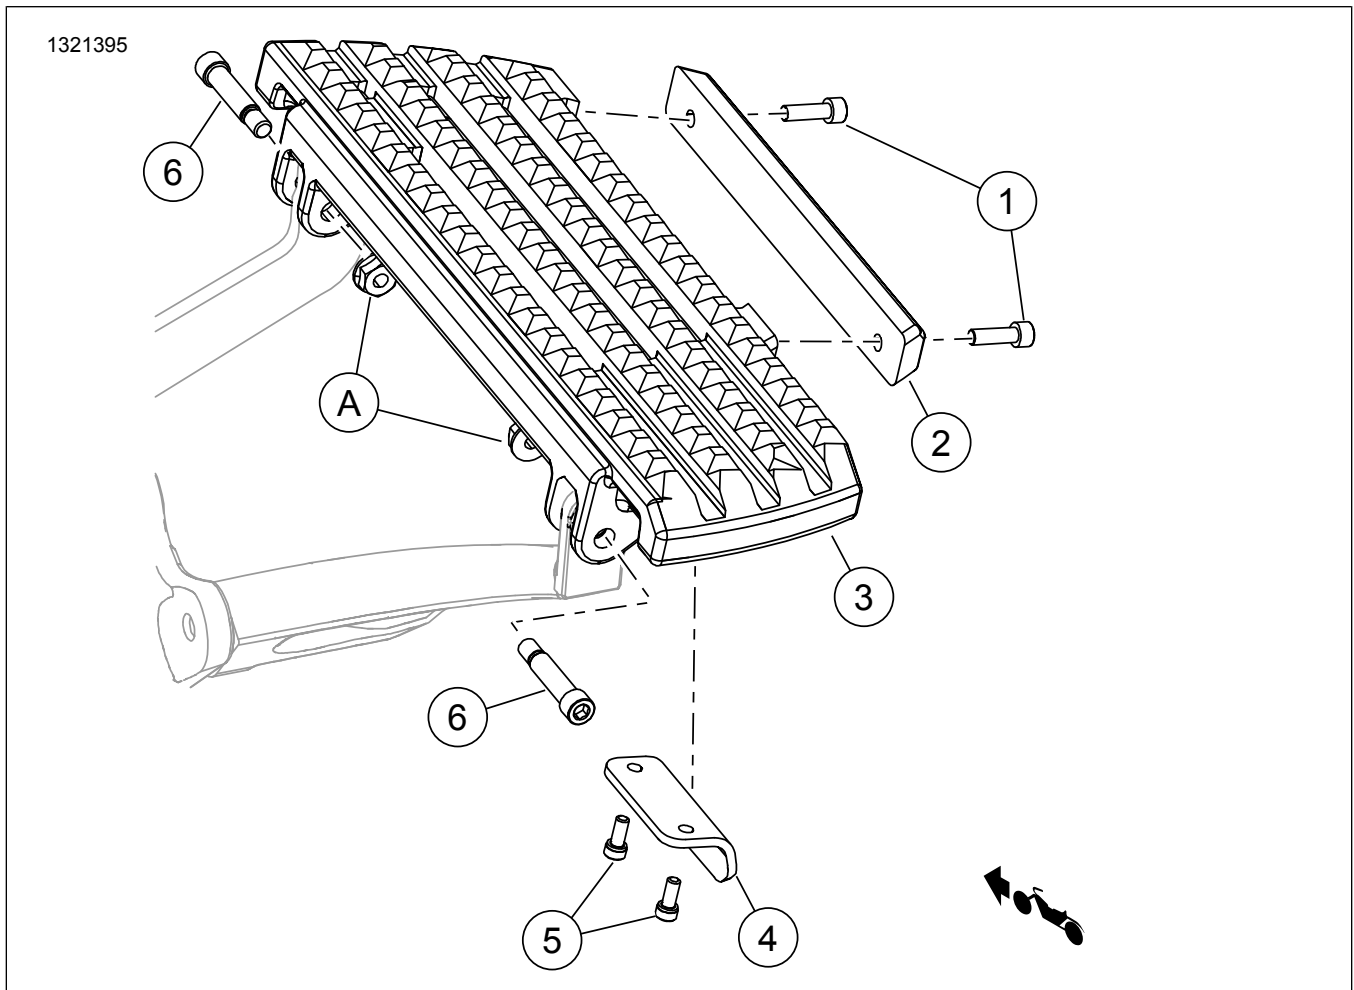
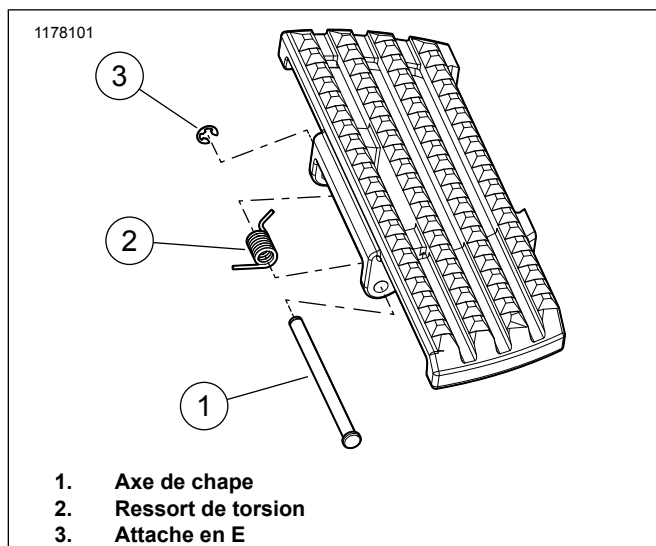

Figure 1. Contenu du kit : Composants du marche pied conducteur
Figure 2. Pose du marche-pied conducteur
1. **Kits 50500869, 50500872:** Voir Figure 2. Retirer le marchepied.
- a. Enlever l'attache en E (3), l'axe de chape (1) et le ressort de torsion (2).
2. **Kits 50501294, 50501295 :** Voir Figure 1. Retirer le marchepied.
- a. Enlever le boulon à épaulement (6) et l'écrou (A).
- b. Conserver les écrous (A) pour les réutiliser.
2. Voir Figure 2 . Poser le marchepied.
- a. Insérer l'extrémité la plus courte du ressort de torsion (2) dans le trou avant du marchepied.
- b. Tout en maintenant le ressort de torsion (2) en place, installer le marchepied et le ressort sur le support de montage.
- c. Poser l'axe de chape (1).
- d. Poser l'attache en E (3).
2. Voir Figure 1 . Poser le marche-pied.
- a. Installer les **nouveaux** boulon à épaulement (6) et marche-pied.
- b. Enduire la vis de frein filet et poser l'écrou (A). Serrer.